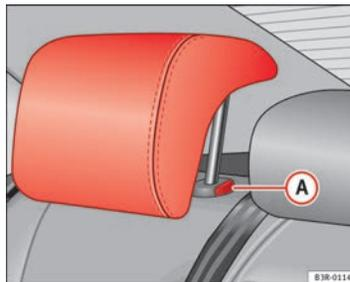

Fig. 112 Plazas laterales del asiento trasero: Apoyacabezas
- Oprima el botón **A** ⇒ fig. 112 y descienda el apoyacabezas.
- Apriete la tecla **A** ⇒ fig. 112 y, al mismo tiempo, extraiga el apoyacabezas.